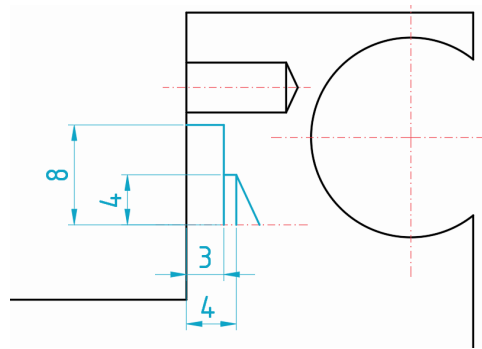

Bild 8.11:
- Erstellen Sie auf dem Layer *Bohrung* die Konturen von Bohrung und Senkung gemeinsam. Nutzen Sie die Quadranten der Vorderansicht oder deuten und tippen Sie nach den Maßen in Bild 8.11. Die Schräge des Bohrungskegels erhält wieder einen Winkel von 25° .